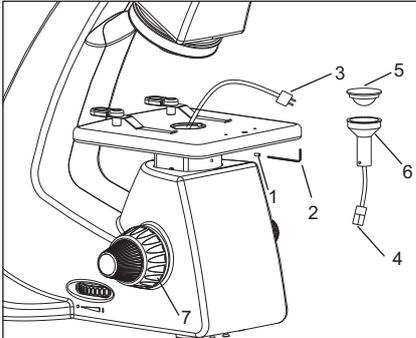

Fig. 3
1. Heben Sie das Stadium an, in die höchste Position, indem es den groben Fokushandknopf dreht, stoppen (7) kluges ab. Siehe Fig 3.
2. Verwenden Sie Allen-Schlüssel 3mm (2), um die Schraube (1), vom Stadium zum LED Versammlung zu entriegeln.